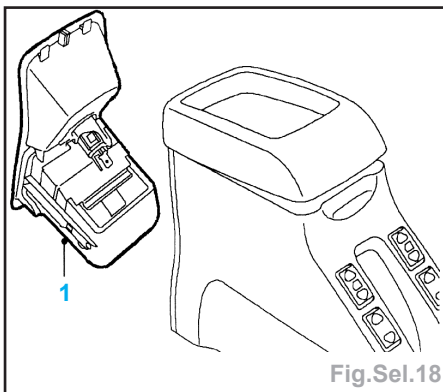

Fig.Sel.18
- Dégager le panneau de cendrier AR (1) de la console AR, débrancher la fiche multibroches de la prise de courant et déposer le panneau (Fig.Sel.18).